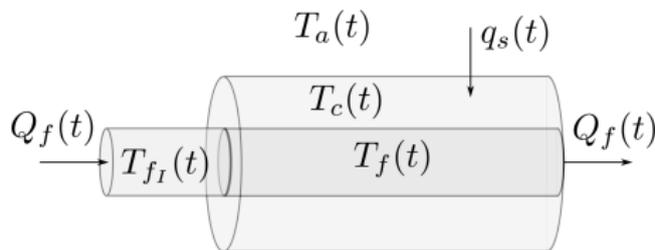

Figura 4.18: Colector Solar.
- En el colector de la Figura 4.18 hay dos componentes de convección: uno debido al **caudal entrante** al recinto y el otro debido al **caudal saliente**.